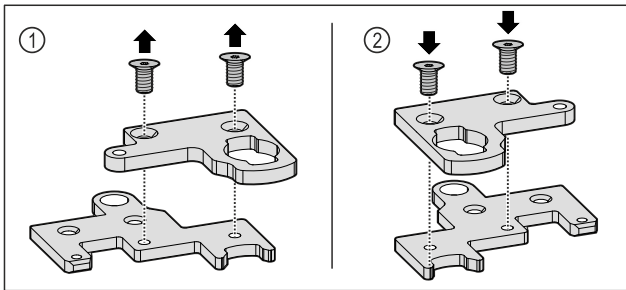

Fig. 31
- ▶ Zweiteiligen Scharnierwinkel auseinanderbauen. Fig. 31 (1)
- ▶ Zweiteiligen Scharnierwinkel um 180° (180°) gedreht wieder zusammenbauen. Fig. 31 (2)